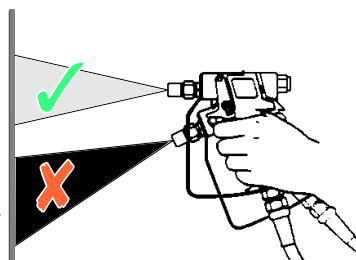

Рис. 10: Угол распыления
- ▶ Удерживайте пистолет-распылитель под прямым углом (90°) к поверхности, на которую наносится покрытие. Если держать пистолет-распылитель под каким-либо иным углом, покрытие будет неравномерным и в виде пятен (см. Рис. 10).